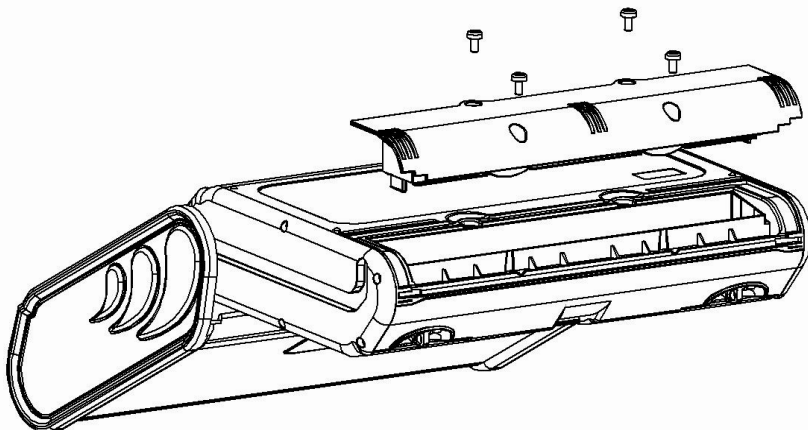

Fig. 8.1. Reemplazo del paquete de baterías
- desenroscar 4 tornillos que sujetan el contenedor para las baterías/pilas (en la parte inferior de la carcasa – **Fig. 8.1**),